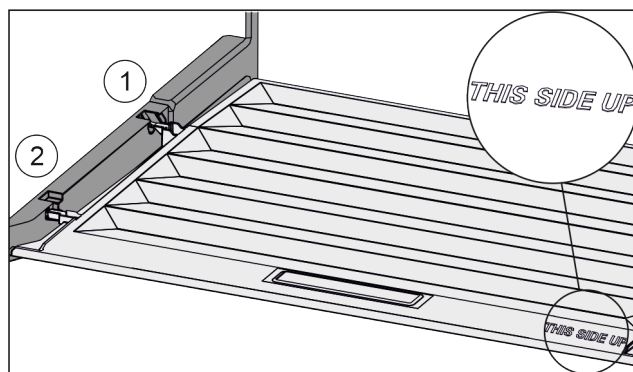

Fig. 83
- Deckelstege über Öffnung der hinteren Halterung Fig. 83 (1) einführen und vorne in Halterung Fig. 83 (2) einrasten.